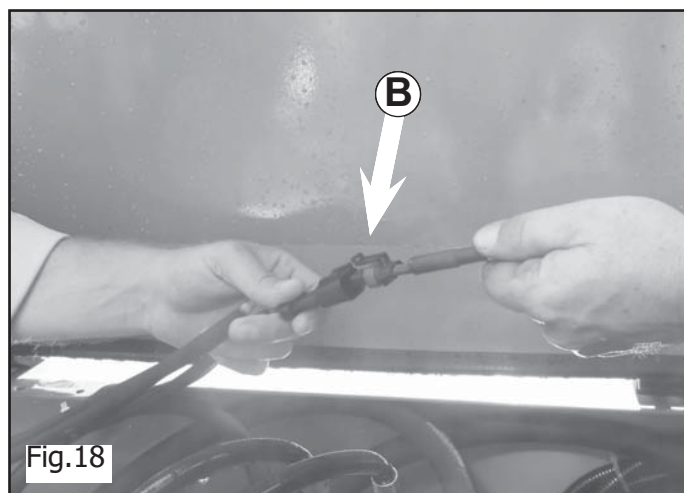

Fig.18
- Échangeur de chaleur (B Fig.18)